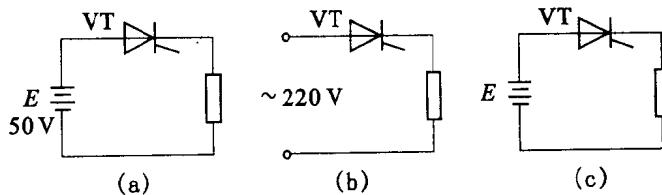

图 1-7 题 1 图
1. 型号为 KP100-3, 维持电流  $I_H = 4 \text{ mA}$  晶闸管使用在图 1-7 中的电路是否合理, 为什么? (暂不考虑电压、电流裕量)